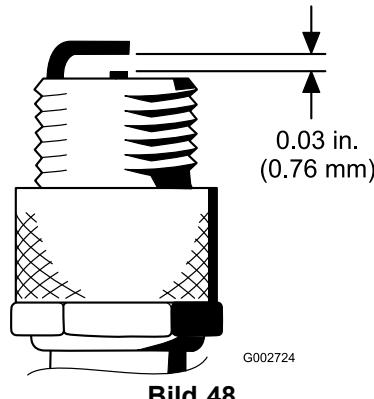

Bild 48
4. Stellen Sie den Abstand zwischen der Mittel und der Masseelektrode auf 0,76 mm ein (Bild 48).